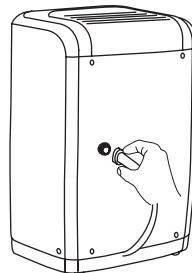

fig. 2
2. Insérez l'extrémité filetée femelle du tuyau dans le raccord de vidange de l'appareil (fig. 2).